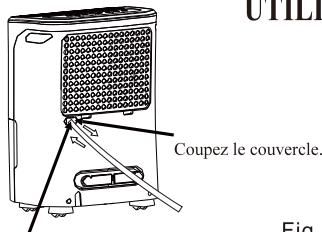

Fig. 7
- Coupez le couvercle de la sortie du tuyau de drainage située à l'arrière de l'appareil. Raccordez un tuyau de drainage (diamètre intérieur = 13,5 mm) et menez-le jusqu'au siphon de sol ou un équipement de drainage approprié (fig. 7).